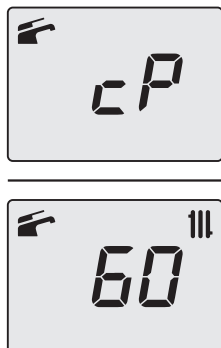

Figura 9.25
- Premendo il tasto 15 (Figura 9.20) è possibile variare la potenza in modalità spazzacamino: con visualizzazione sul display LCD delle lettere **cP** che si alternano con il valore di temperatura dell'acqua di riscaldamento (es.60), siamo "funzione spazzacamino" alla potenza massima in riscaldamento (Figura 9.25).